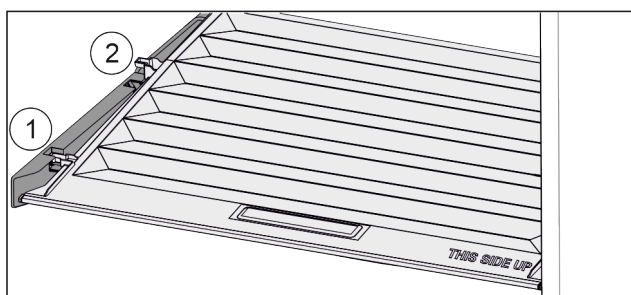

Fig. 44
- Vytáhněte víko dopředu až k otvoru v přídržných dílech Fig. 44 (1).
- Vzadu zespuďte nadzvedněte a vyjměte směrem nahoru Fig. 44 (2).